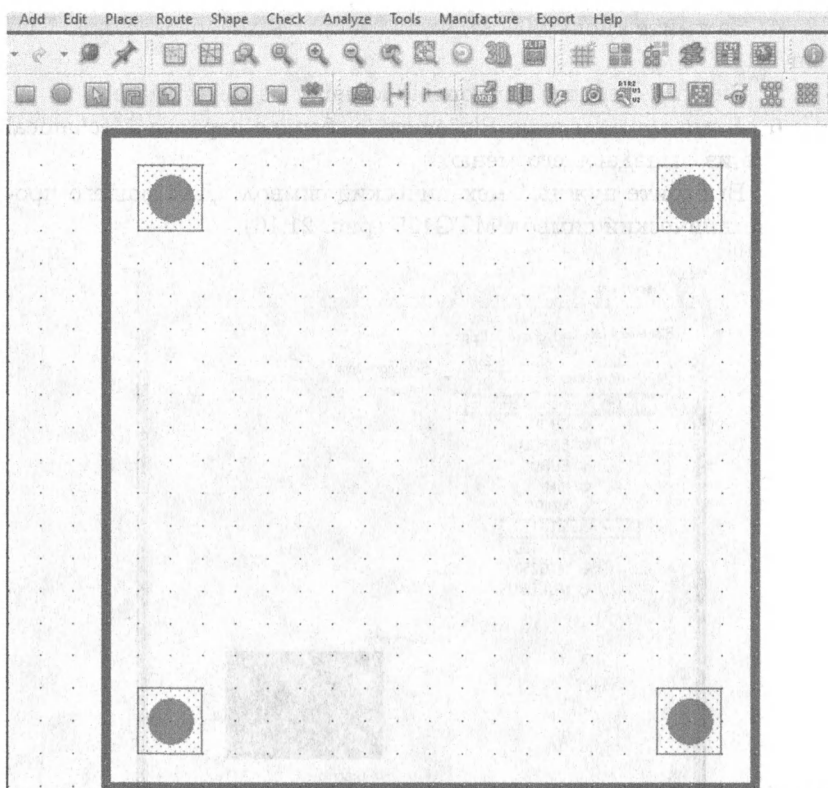

Рис. 21.17. Плата с монтажными отверстиями
12. Повторите шаги с 5 по 11, чтобы поместить механические символы на остальные три угла окна дизайна. Смотрите рис. 21.17.